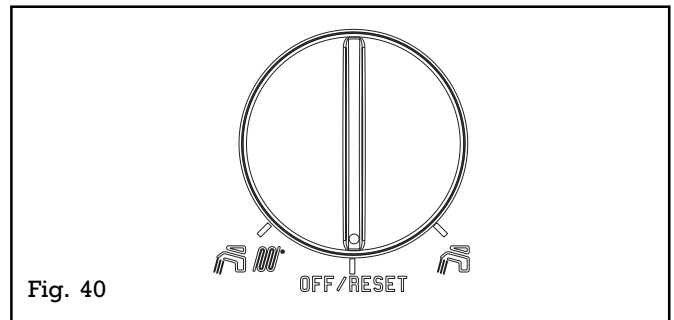

Fig. 40
- placer le sélecteur de fonction sur OFF/RESET (fig.40)
Si la pression d'eau est suffisante, il faut réarmer la chaudière en plaçant le sélecteur de fonction sur OFF/RESET (fig.40), attendre 5 secondes puis le remettre sur la position désirée (été ou hiver).